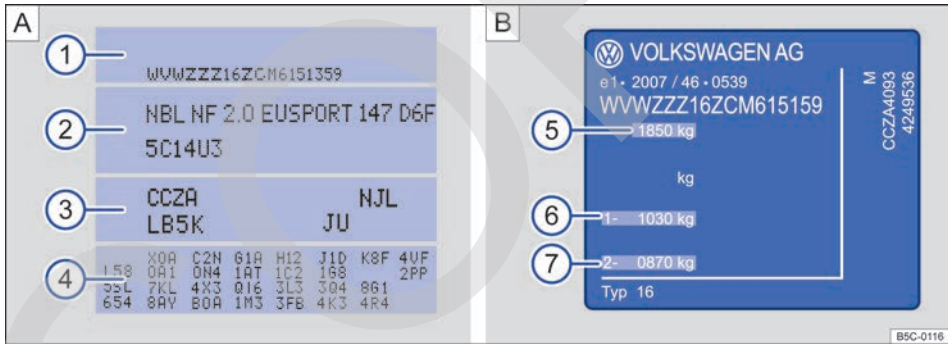

Fig. 19 A Portadatos del vehículo: en la figura, por ejemplo, con letras distintivas del motor CCZA 3. B. Placa de modelo.
El portadatos del vehículo \Rightarrow **fig. 19 A** va pegado en la pared trasera del maletero, detrás del guardado, y en él figuran los siguientes datos:
- ① Número de identificación del vehículo (número de bastidor)
- ② Modelo de vehículo, potencia del motor y caja de cambios
- ③ Letras distintivas del motor y del cambio, referencia de la pintura, equipamiento interior. En el ejemplo, las letras distintivas del motor son "CCZA" \Rightarrow **fig. 19**.
- ④ Equipamientos opcionales, números PR
La placa de modelo \Rightarrow **fig. 19 B** se encuentra en la parte inferior del montante de la puerta del conductor. Se ve abriendo esta puerta. Los vehículos destinados a determinados países no llevan placa de modelo.